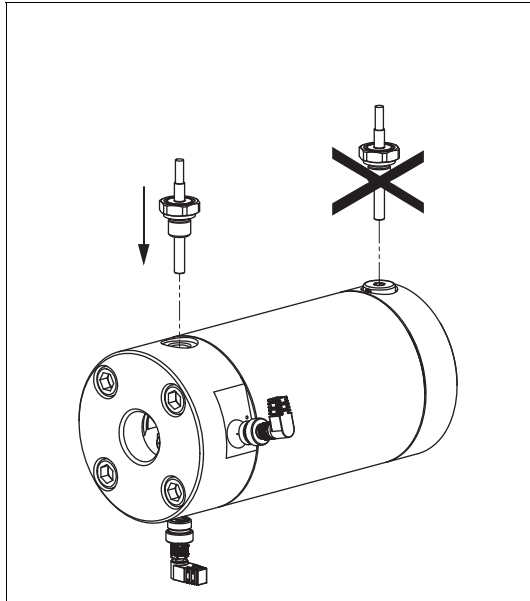
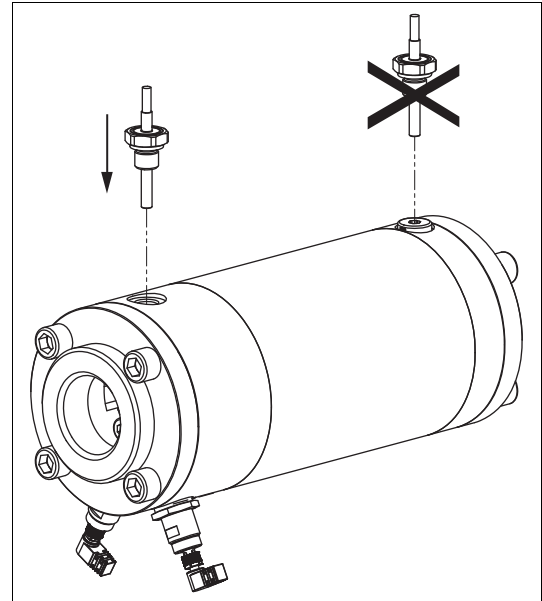

Abb. 5 Einbauort EET (z.B. OMG 32)
Abb. 6 Einbauort EET (z.B. OMG 52)
- ▶ Richtigen Einbauort wählen, siehe Abb. 5, Seite 14 und siehe Abb. 6, Seite 14.